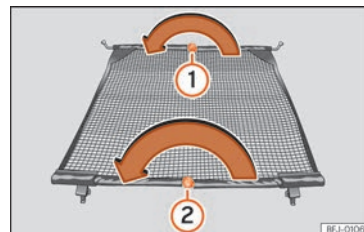

Fig. 152 Plier le filet de séparation.
- Appuyez sur le bouton de déverrouillage » » **fig. 152** ① puis pliez la barre transversale dans le sens de la flèche en maintenant le bouton de déverrouillage enfoncé.
- Appuyez sur le bouton de déverrouillage » » **fig. 152** ② puis pliez la barre transversale dans le sens de la flèche en maintenant le bouton de déverrouillage enfoncé.